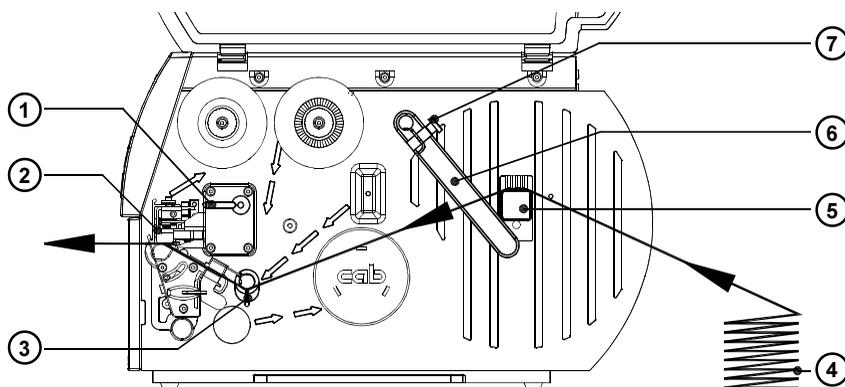

Bild 7i Einlegen von leporello-gefalteten Etiketten
2. Lösen Sie die Rändelschraube (7) und schieben Sie die Führung (6) so weit wie möglich nach außen. Schwenken Sie die Führung am Rollenhalter (5) vorbei nach unten.
3. Plazieren Sie den Etikettenstapel (4) hinter dem Drucker. Beachten Sie, dass die Etiketten auf dem Streifen von oben zu sehen sind.
4. Schwenken Sie den Hebel (1) bis zum Anschlag im Uhrzeigersinn und heben Sie dadurch die Druckkopfbaugruppe (2) an.
5. Schieben Sie den Führungsring (3) so weit wie möglich nach außen.
6. Führen Sie den Etikettenstreifen gemäß Bild 7i durch den Drucker.
8. Schieben Sie die Führung (6) gegen die Außenkante des Etikettenstreifens, schwenken Sie die Führung nach oben gegen den Rollenhalter und ziehen Sie die Rändelschraube (7) an.